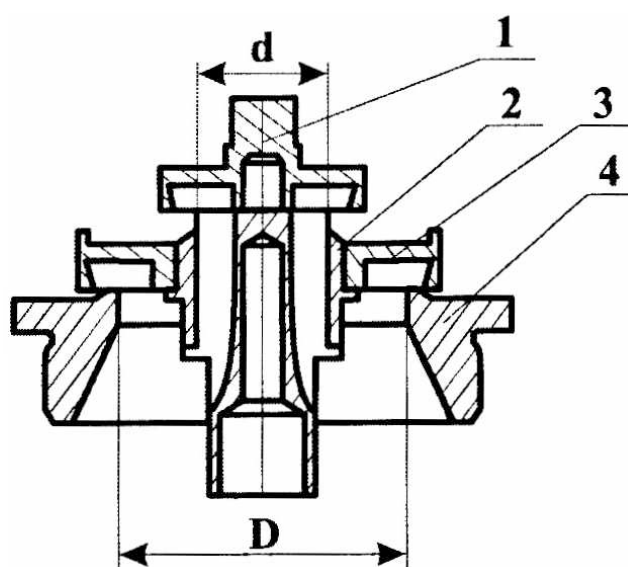

Рис. 4
1.5.6. Для улучшения работоспособности регулятора в условиях, когда начинается отбор газа потребителем или при его сокращении до минимума применяется двухседельный рабочий клапан (рис.4). В начале отбора газа шток 11 исполнительного устройства сначала поднимает клапан 1 малого седла 2, затем при дальнейшем увеличении отбора клапан 3 открывает основное седло 4. При уменьшении отбора газа до нуля все происходит в обратной последовательности.